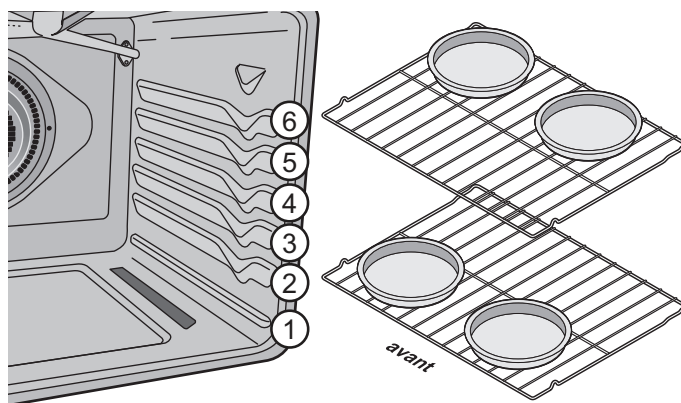

Figure 16: Positions recommandées des grilles et des moules
- Pour de meilleurs résultats lorsque vous faites cuire des gâteaux étagés à l'aide de deux grilles de four, placez les grilles aux positions 3 et 5 et placez les moules comme indiqué à la Figure 16.